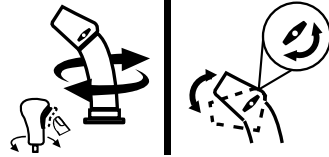

Figura 58
- Para cambiar la dirección en la que se arroja la nieve, oprima el botón del control y gírelo hacia la derecha o izquierda (Figura 58).